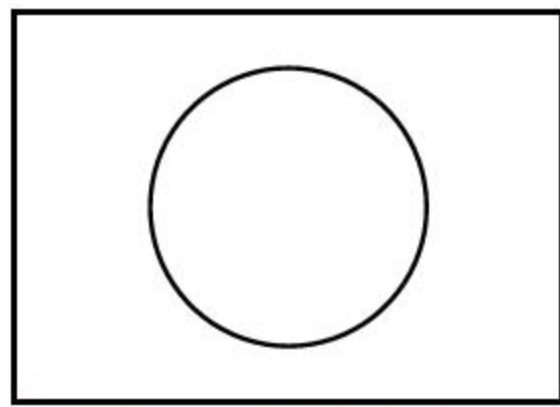

图3-97 绘制圆形
**02** 调用C【圆】命令，结合【中点捕捉】和【极轴追踪】功能，在矩形的内部绘制一个半径为132的圆形，如图3-97所示。